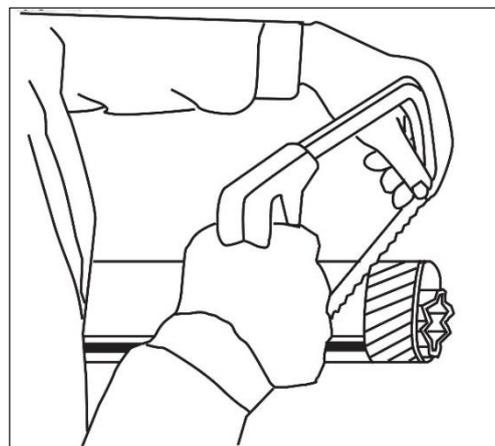
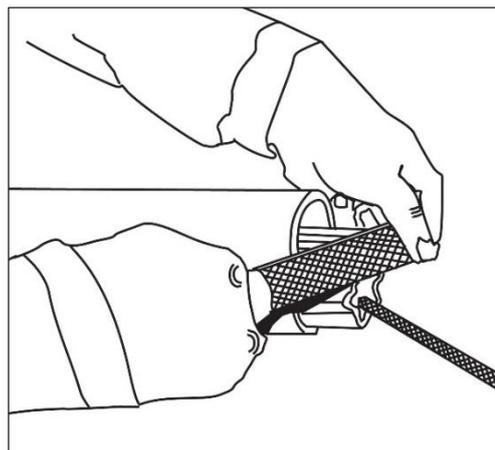
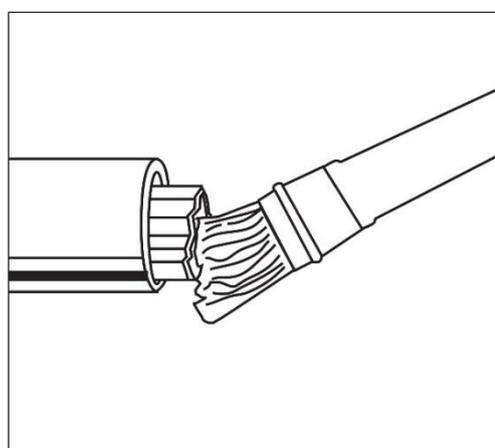

図 13
図 15
図 16
- 2 つのチューブ (インナーとアウター) を同じ分だけ短くし(図 13、14)、まくれを取り除き、形を整え(図 15)、外側チューブの内側にグリースを塗ってください(図 16)。